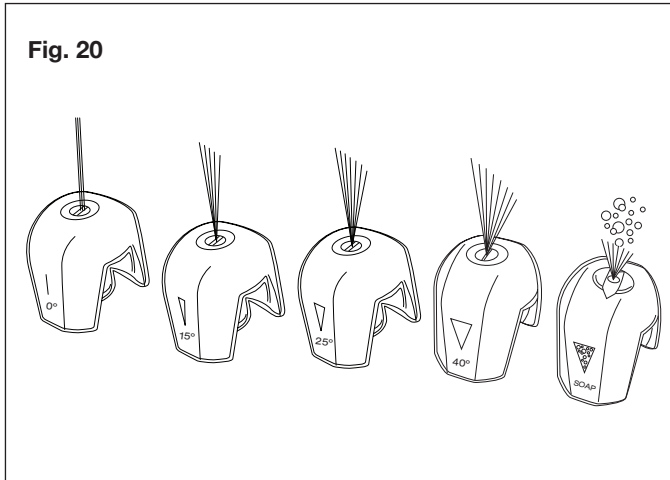

Fig. 20
5. Seleccione la boquilla adecuada para el trabajo (Fig. 20):